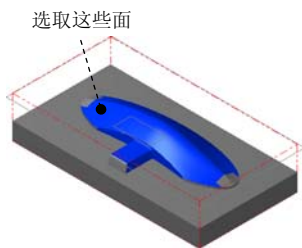

图 9.19 选取加工面
(1) 选取加工面。在图形区中选取图 9.19 所示的面 (共 15 个面), 然后按 Enter 键, 系统弹出“刀具路径的曲面选取”对话框。